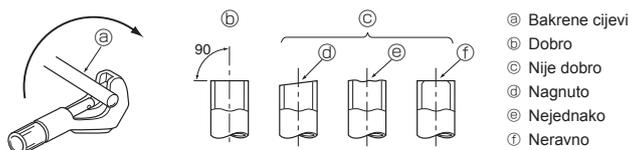

Fig. 5-2
5.3.1. Rezanje cijevi (Fig. 5-2)